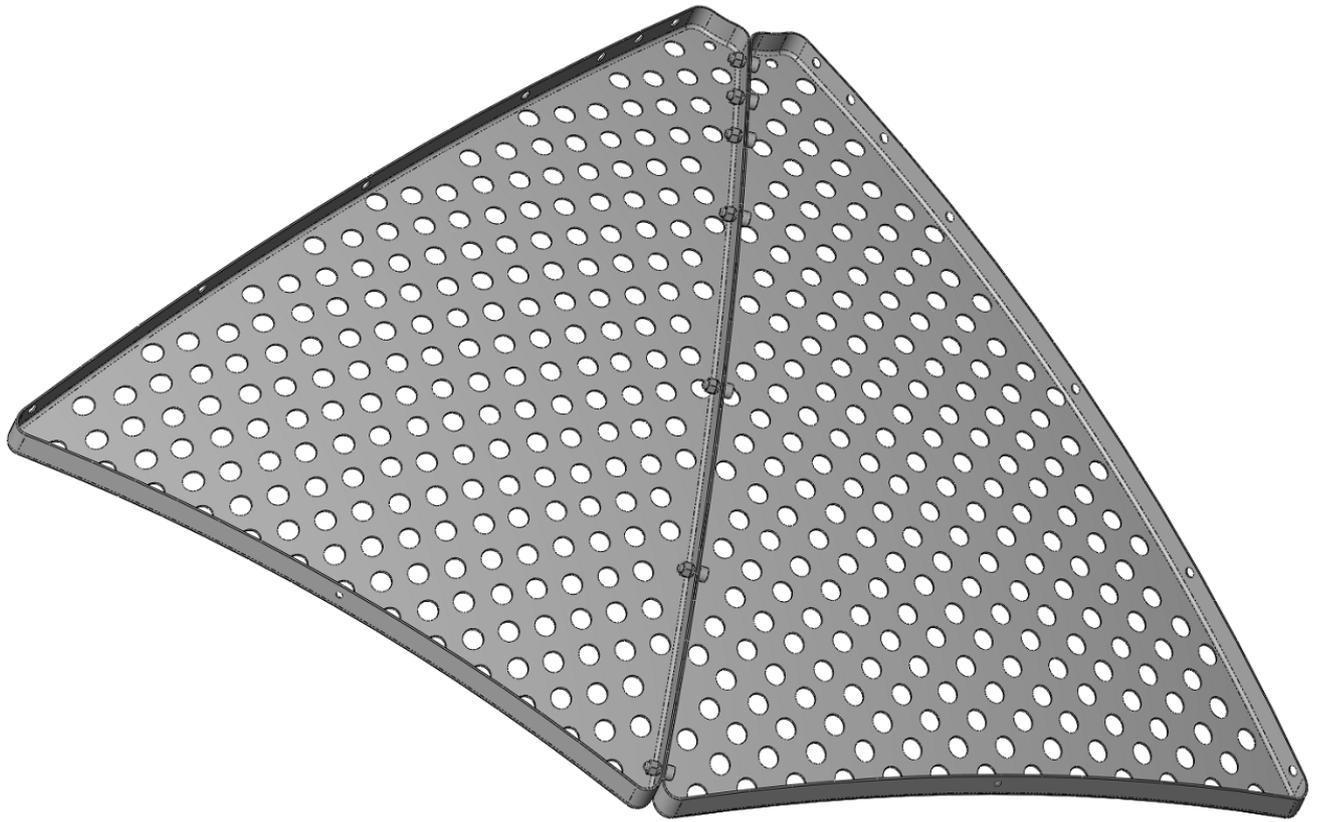

Рисунок 13 – Сборка сегментов рефлектора
7) Поочередно соединить между собой сегменты рефлектора, как показано на Рисунок 13.